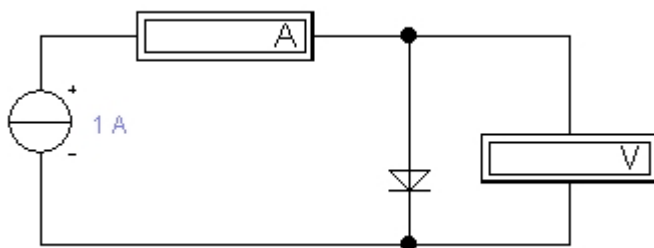

Рис.1.
- 1.Собрать принципиальную схему, представленную на рис.1.